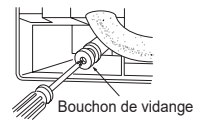

Fig. 3
- 4) Placez le bouchon de vidange sur la section sur laquelle le tuyau de vidange doit être fixé à l'arrière de l'unité interne. (Fig. 3)